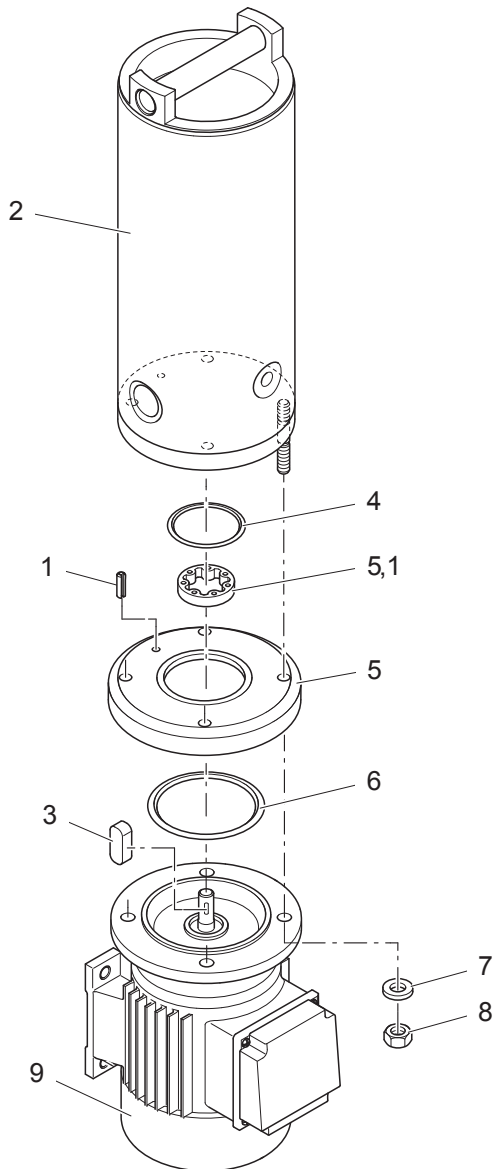
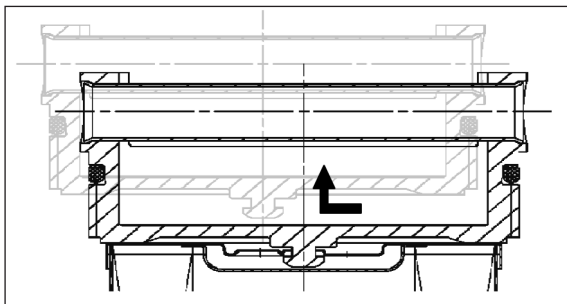

Abb. 5: Explosionsdarstellung der Nebenstromfiltereinheit
Abb. 6: Lösen der Halterung am Deckel / Filterelement
› Ersetzen Sie beim Wechsel der Pumpe / des Motors immer die O-Ringe (4, 6, Abb. 5) durch neue Ersatzteile. (Best.-Nr. siehe Ersatzteilliste ab Seite 30).
Gehen Sie beim Wechseln des Filterelements in folgenden Schritten vor (siehe auch Abb. 5 und Abb. 6):
3. Lösen Sie das Filterelement aus dem Deckel, indem Sie es wie in Abb. 6 gezeigt bewegen.